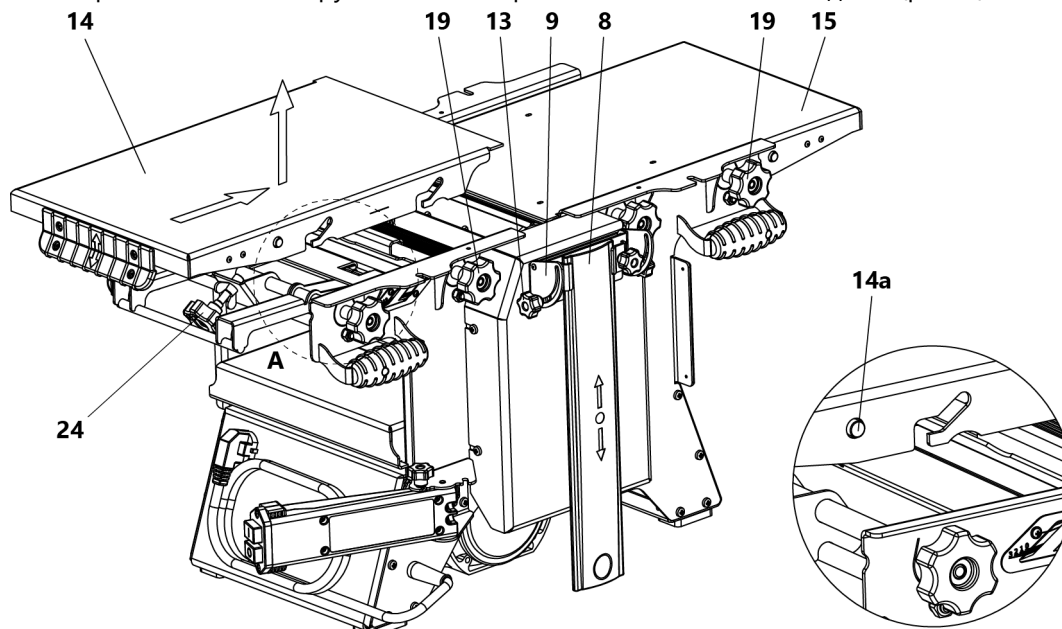

Рис. 6 Снятие приёмного и загрузочного строгальных столов со станка
Для снятия приёмного 14 и загрузочного 15 строгальных столов необходимо (рис. 6):
- снять приемный и загрузочный строгальные столы (рис. 6);